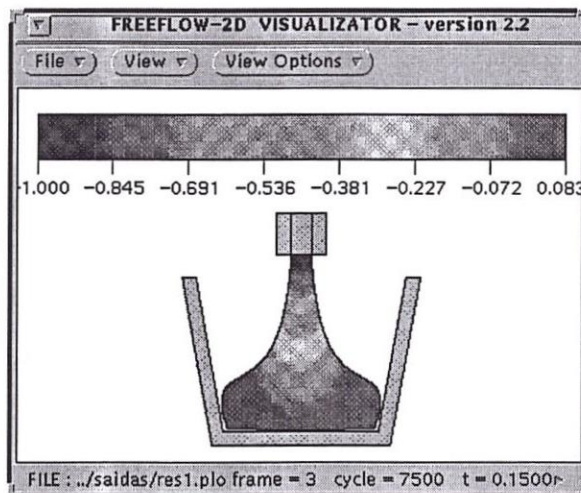

Figura 3.9: Visualização da velocidade na direção y
- *Y-Velocity*: por esta opção pode se visualizar a velocidade na direção y do fluido, como mostra a figura 3.9.